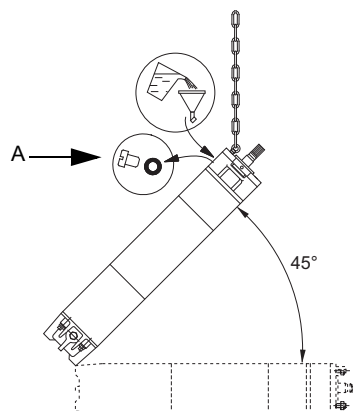

Рис. 4 Положение электродвигателя при заполнении - MMS
1. Установите электродвигатель под углом 45 ° так, чтобы верхняя часть двигателя была направлена вверх. См. рис. 4.
2. Ослабьте резьбовую пробку (A) и установите воронку в отверстие.